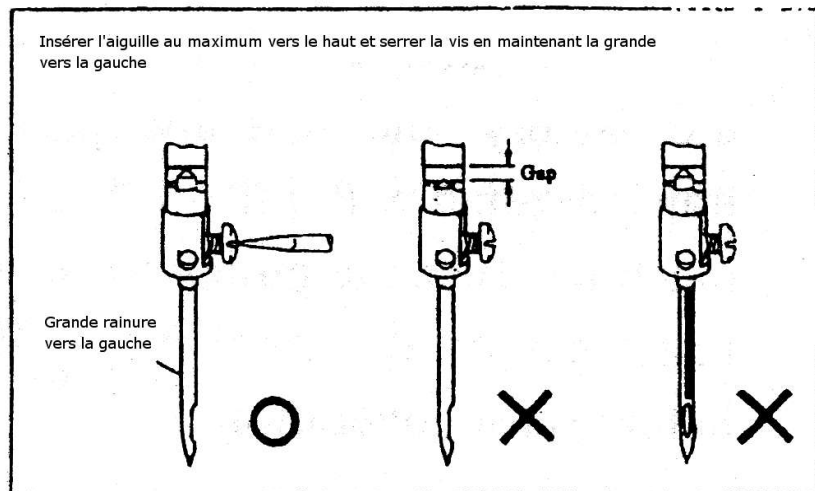

Fig.2
4. Mise en place de l'aiguille (Fig. 2)